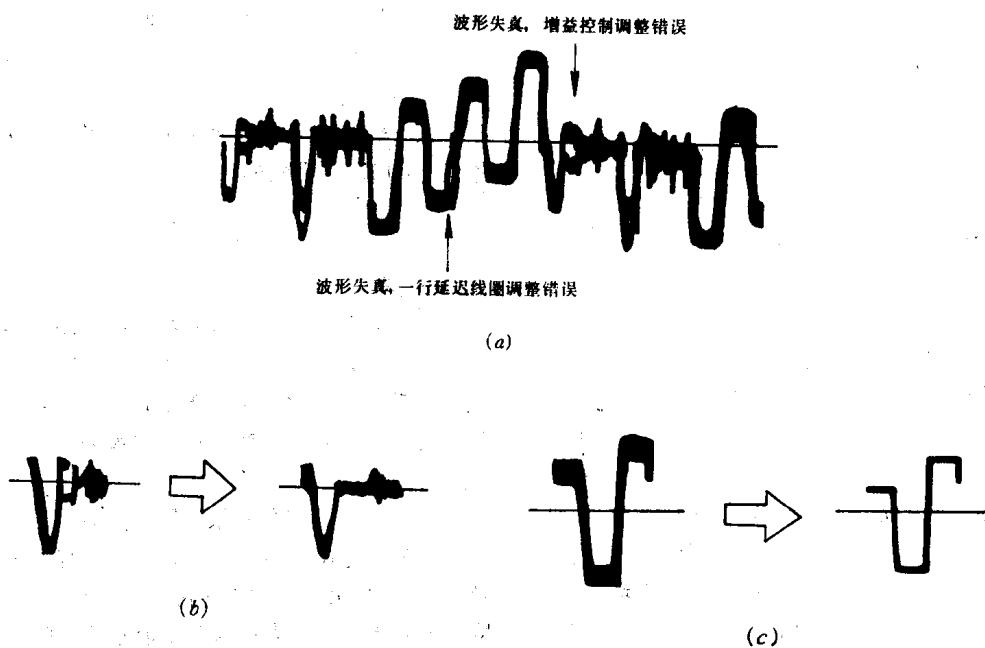

图 2 B-Y 调整波形
飞跃 47C2-2 的“爬行”，多见于 T801 开路和 R804 开路，用示波器观察波形就能很容易找出故障元件。另外 IC801 TA7698AP 内部的加减法器电路失效或不良，也可引起“爬行”。这时用万用表测量其⑯、⑯、⑪、⑫脚的直流电压即可判断。换上新的备件后，尤其是当换下 T801 或 R804 后，由于电感量和阻值的不适当，也都会引起“爬行”。此时，观察 IC801 的⑪脚波形，调整不正确的 F_U 波形呈图 2(a) 所示，波形上的水平线条显得很粗且有虚影，系 T801 未调好。如波形在黑条的时基上有增益出现，系 R804 电位器未调好。正确的调整过程如下：
(1) 接收彩条信号。
(2) 各调节电位器置下列位置：
(3) 调节 R804，以获得图 2(b) 的波形。
(4) 调节 T801，以获得图 2(c) 的波形。